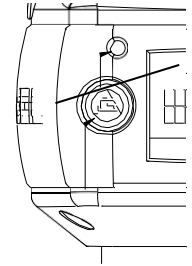

Fig. 12A. Pulsante Modalità Flottante - Impugnatura scorrevole.
12.1 La Modalità Flottante può essere attivata semplicemente premendo il pulsante con il logo G-Force® sul lato sinistro dell'impugnatura (**Fig. 12A**). Qui di seguito è riportato un semplice esercizio se non si ha dimestichezza con la Modalità Flottante. (L'esecuzione dell'esercizio presuppone che si utilizzi un'impugnatura scorrevole in linea).